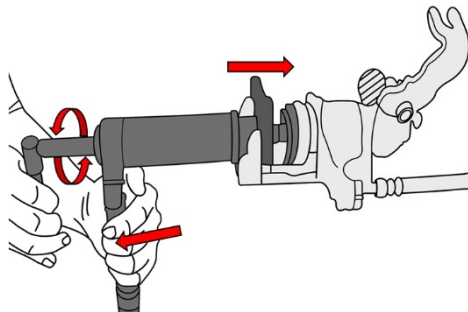

Fig.2
6. Presione suavemente el disparador para fijar la herramienta a la pinza de freno (Fig. 2).